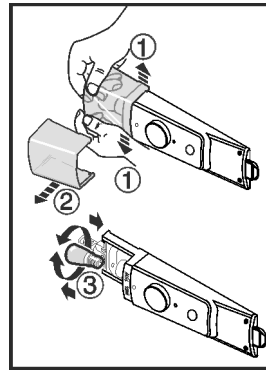

Fig. 14
- ▶ Разожмите крышку лампочки внутри в передней части в стороны, как показано на рисунке, Fig. 14 (1) и сдвиньте в сторону Fig. 14 (2).
- ▶ Замените лампу. Fig. 14 (3)